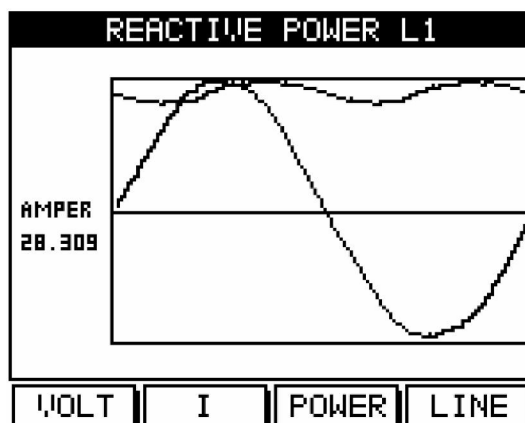

Рис. 5.15
1. Нажмите **Power** («F3») еще раз. На дисплее будет выведен график реактивной мощности (рис. 5.15):